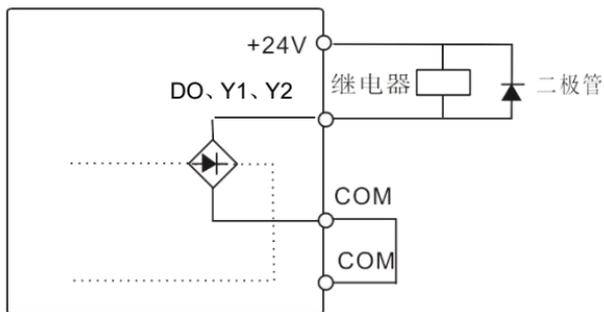

图3-16 数字输出端子接线示意图
**注意：**一定要正确安装吸收二极管的极性。如图3-16。否则当数字输出端子有输出时，马上会将直流24V电源烧坏。